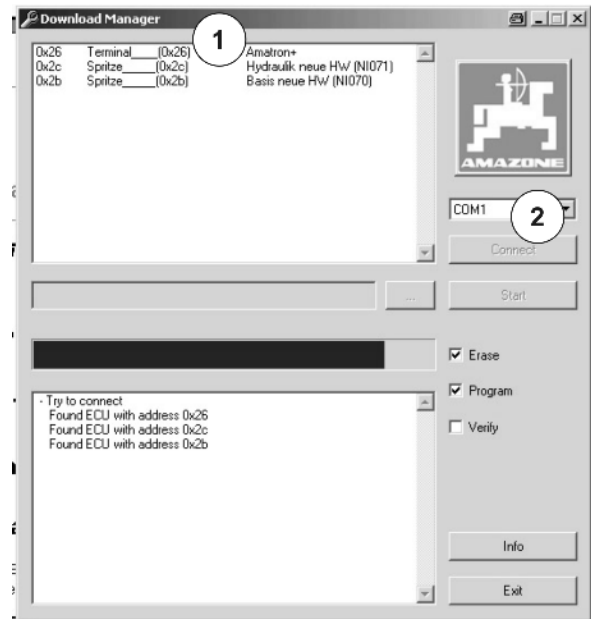

Fig. 5
Betätigen Sie hierfür die Schaltfläche „Connect“ (Fig. 5/2) und warten Sie bis der Status-Balken bis zum Ende durchgelaufen ist.
- In dem Verbindungsfeld stehen nun alle Rechner (Fig. 5/1), die im **AMATRON⁺**-System gefunden wurden.